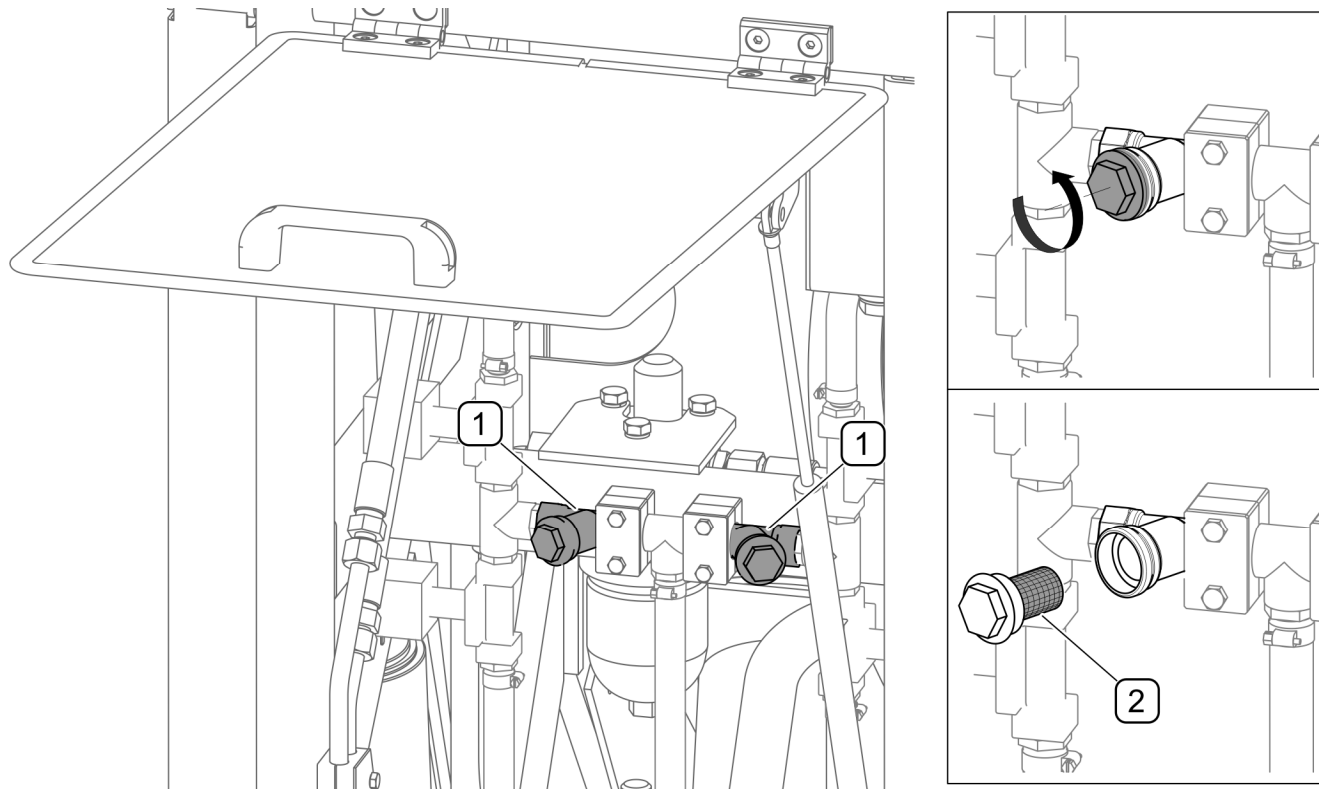

РИСУНОК 5.22Очищення фільтрів для води
(1) - фільтри води; (2) - сітчастий фільтрувальний елемент фільтра для води
Система зрошення має два фільтри води (РИСУНОК 5.22), які затримують механічні забруднення. Щоб очистити фільтри (1), необхідно викрутити корок і вийняти сітчастий фільтрувальний елемент (2), а потім промити його під тиском або очистити стисненим повітрям. Після установки фільтрувального елемента і затягування корка необхідно перевірити герметичність з'єднання.